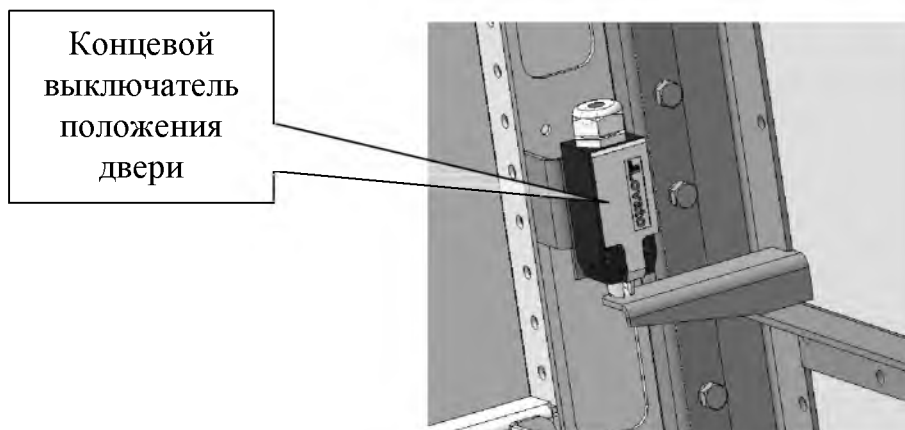

Рисунок 41 - Блокировка положения двери отсека ВЭ
- Невозможно перемещение каретки выдвижного элемента из контрольного положения в рабочее при открытой двери отсека выдвижного элемента. При открытой двери контакты концевого выключателя положения двери размыкают цепь электрического привода (Рисунок 41). При попытке ручного перемещения каретки ВЭ рукоятку невозможно вставить из-за того, что втулка на валу привода будет заблокирована рычагом, поднимающимся только при подъёме двери.